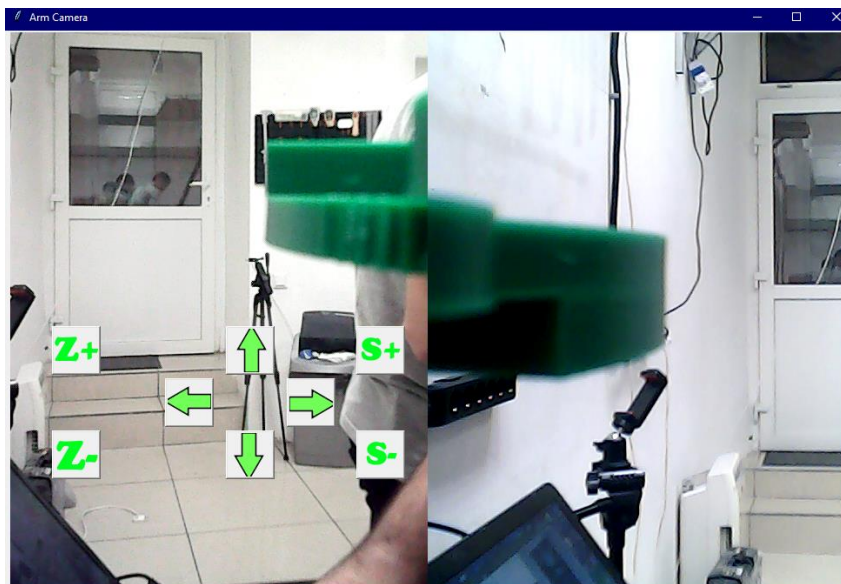

Рис.2. Пример интерфейса ArmCamera
1. На подпрограмму подачи управляющего сигнала приходит изображение из двух камер (углы камер настраиваются, но оптимальный вариант для возможности наблюдать за сервомотором на рис.2). Данная подпрограмма должна обрабатывать полученные изображения и генерировать управляющий сигнал для манипулятора в виде *json* файла. *Внимание данный модуль не обязателен, сигнал можно генерировать вручную*
Вместе с инструкцией прикреплен файл **ArmCamera.py** для проверки работоспособности системы, в нем есть вывод информации с камер с возможностью управлять рукой в режиме реального времени с помощью графического интерфейса (рис.2.). Для корректной работы системы необходимо открыть файл **camera.cnf** и в нем прописать идентификаторы камер в системе. Данный модуль генерирует файл **cmd/data.json** для дальнейшего управления манипулятором. Данную подпрограмму рекомендуется заменить на другую з автоматическим расчётом движения манипулятора.